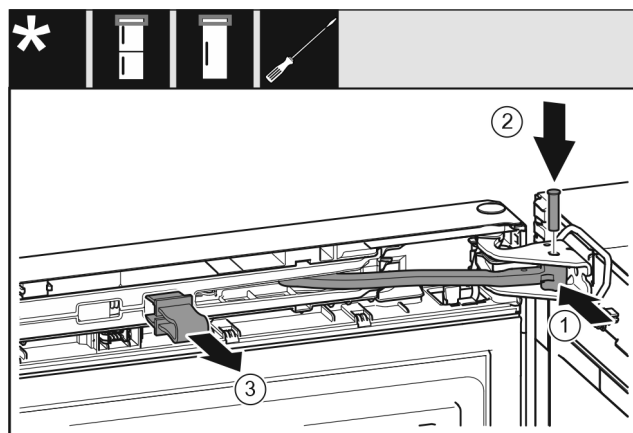

Fig. 72
- Ruotare il giunto Fig. 72 (1) nel blocco di supporto.
- Inserire il perno Fig. 72 (2) nel blocco di supporto e nel giunto. Assicurarsi che la camma di arresto sia posizionata correttamente nella scanalatura.
- Rimuovere il fusibile Fig. 72 (3).